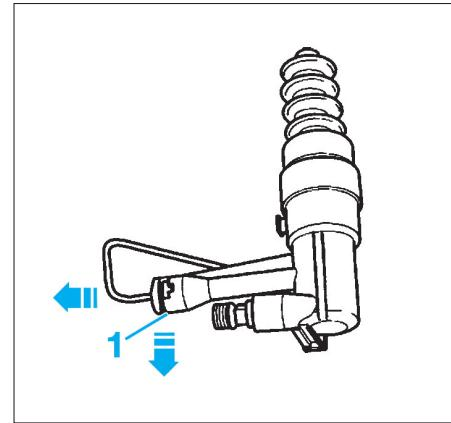

Fig. 4
- Extraire l'agrafe (1) jusqu'en butée en faisant levier avec un tournevis (Fig.4).